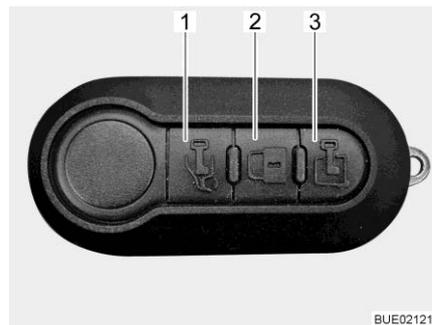

Fig. 60 Mando a distancia multifuncional (3 teclas)
- Pulsar la tecla  (Fig. 60,1) una vez brevemente. La puerta del conductor está desbloqueada.
- Pulsar la tecla  (Fig. 60,3) una vez brevemente. La puerta de entrada está desbloqueada.
- Pulsar la tecla  (Fig. 60,2) una vez brevemente. Todas las puertas están bloqueadas.